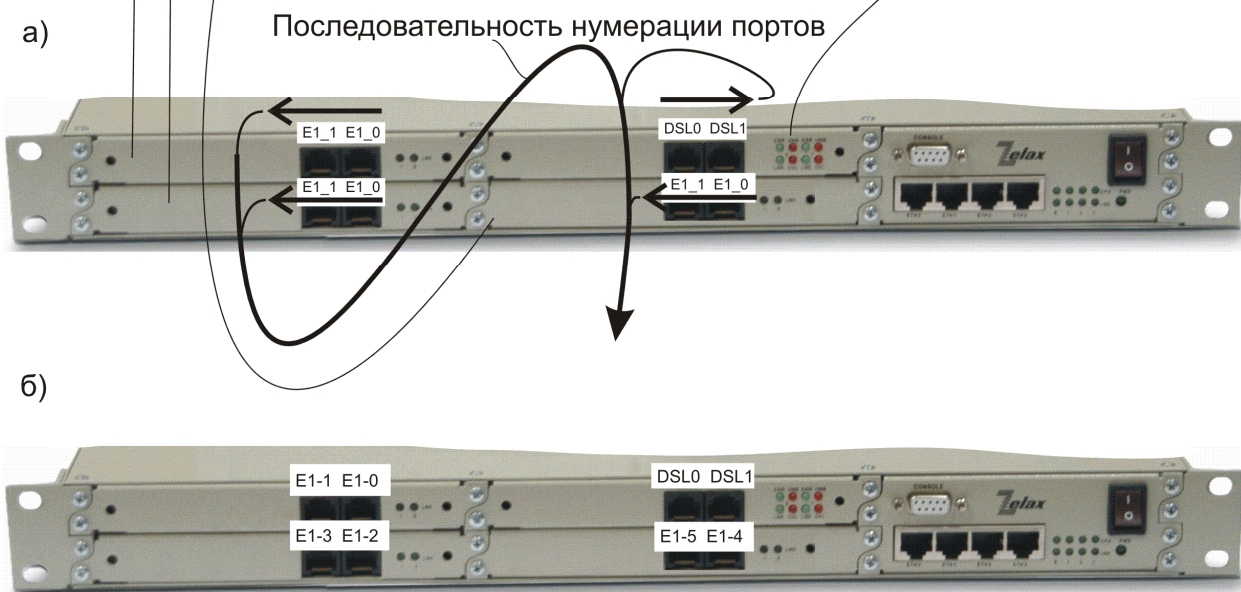

Рис. 9. Нумерация портов: а — на уровне их маркировки на модулях; б — на уровне их использования в составе модема
Способ нумерации портов модулей, установленных в слоты, поясняется на Рис. 9. Однотипные модули имеют одинаковую нумерацию портов, отражённую в соответствующих маркировках (см. Рис. 9, а). Чтобы различать однотипные порты на уровне модема как целого, вводится системная нумерация, при которой возрастанию номеров портов соответствует продвижение по слотам сверху вниз и слева направо. При этом учитывается, что нумерация
портов в модулях E1 принята в направлении справа налево, а в модулях SHDSL — слева направо. Системная нумерация портов приведена на Рис. 9, б.
1. В слот 3 (см Рис. 9) можно устанавливать модули MPR-xxSHDSL-х, MPR-E1, MPR-2xE1, MPR-4xE1 или MPR-8xE1 при условии, что они не используются в режиме инверсного мультиплексирования либо для IP-маршрутизации. Также в слот 3 можно устанавливать все голосовые модули (MPR-4xVS, MPR-2xFXS, MPR-2xFXO и MPR-2xVF), модули MPR-4xRS232-DxE и модули передачи сигнала управления режимом прием-передача (тангентой) радиостанции (MPR-xxРТТ-х).